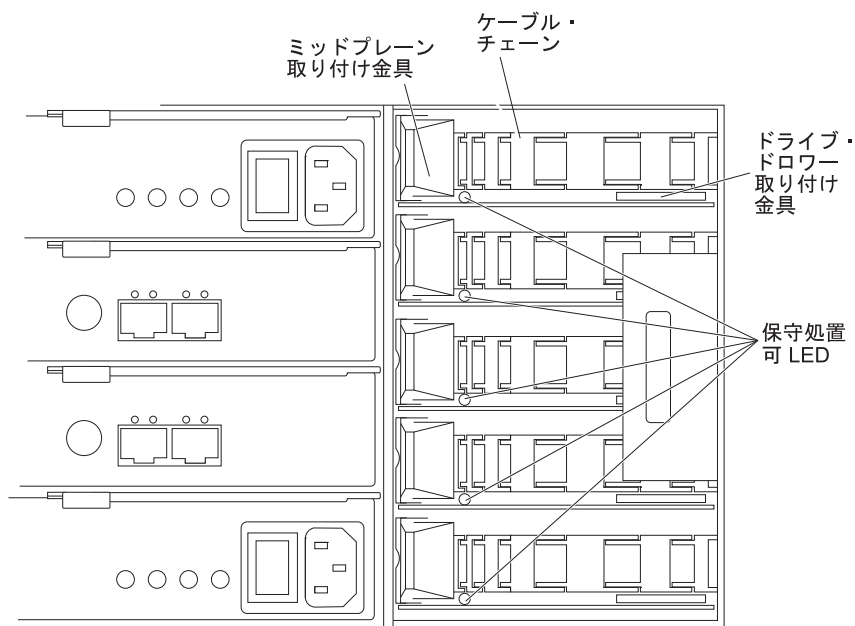

図 89. 右のファン・アセンブリーを取り外したストレージ拡張エンクロージャーの背面図
- a. ドライブ・エンクロージャーの背面で、右のファン・アセンブリーを取り外します。ファン・アセンブリーを取り外すステップについては、138 ページの『ファン・アセンブリーの交換』を参照してください。141 ページの図 89 に、ファン・アセンブリーを取り外した状態のそのエリアの様子を示します。